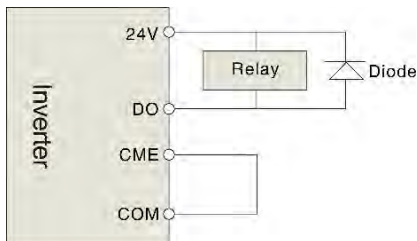

Рисунок 3-12 Принципова схема цифрової вихідної клемної проводки
(3) Мультиінвертори можуть зв'язуватися через RS485, керовані PC/PLC, як майстер, показаний на рис.3-12. Він також може керуватися одним з інверторів, як майстер показано на рис.3-13